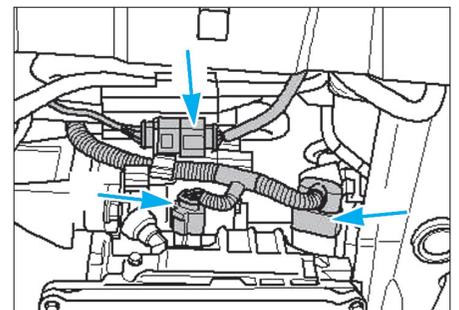

Fig. 7
- les connecteurs de boîte de vitesses (Fig.7).